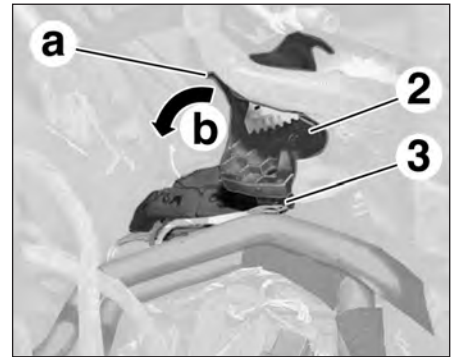

FIG.31
- Appuyer sur la languette en (a) pour déverrouiller le mécanisme (2) (Fig.31).
- Basculer le mécanisme (2) suivant la flèche (b).
- Débrancher le connecteur (3).
- le mécanisme (2),